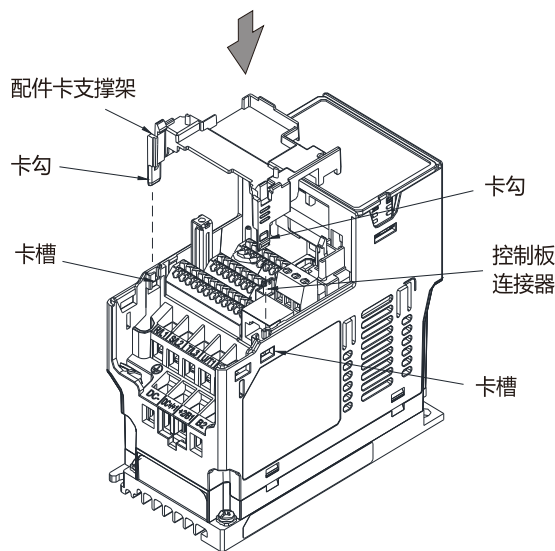

图 8-10
3. 组装配件卡支撑架：将配件卡支撑架的两个卡钩对准变频器的卡槽后下压，让两个卡钩卡入卡槽，如图 8-10 所示。